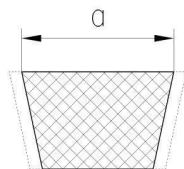

Рис. 22
3. Внимательно осмотрите ремень. Проверьте его на отсутствие механических повреждений. Измерьте ширину ремня a (Рис. 22). Максимально допустимой степенью износа является уменьшение данного параметра до **30,5 мм**. В случае необходимости замените ремень.